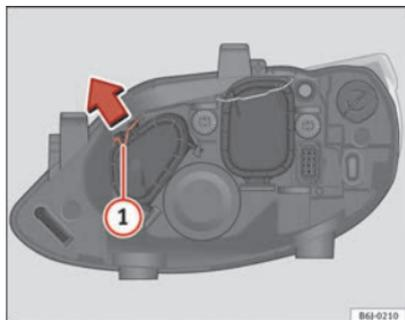

Fig. 143 Feux de route
- Déplacez le tirant ① dans le sens de la flèche puis retirez le cache ⇒ fig. 143.